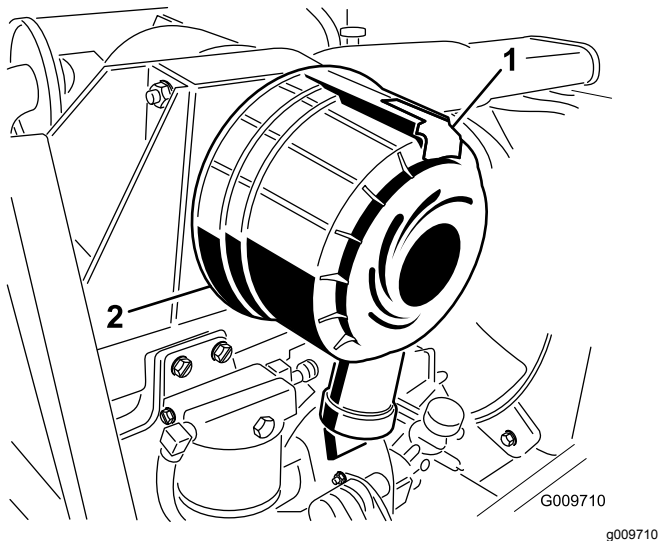

図 33
1. ラッチを引いて外し、カバーを左にひねってボディからはずす図 33。